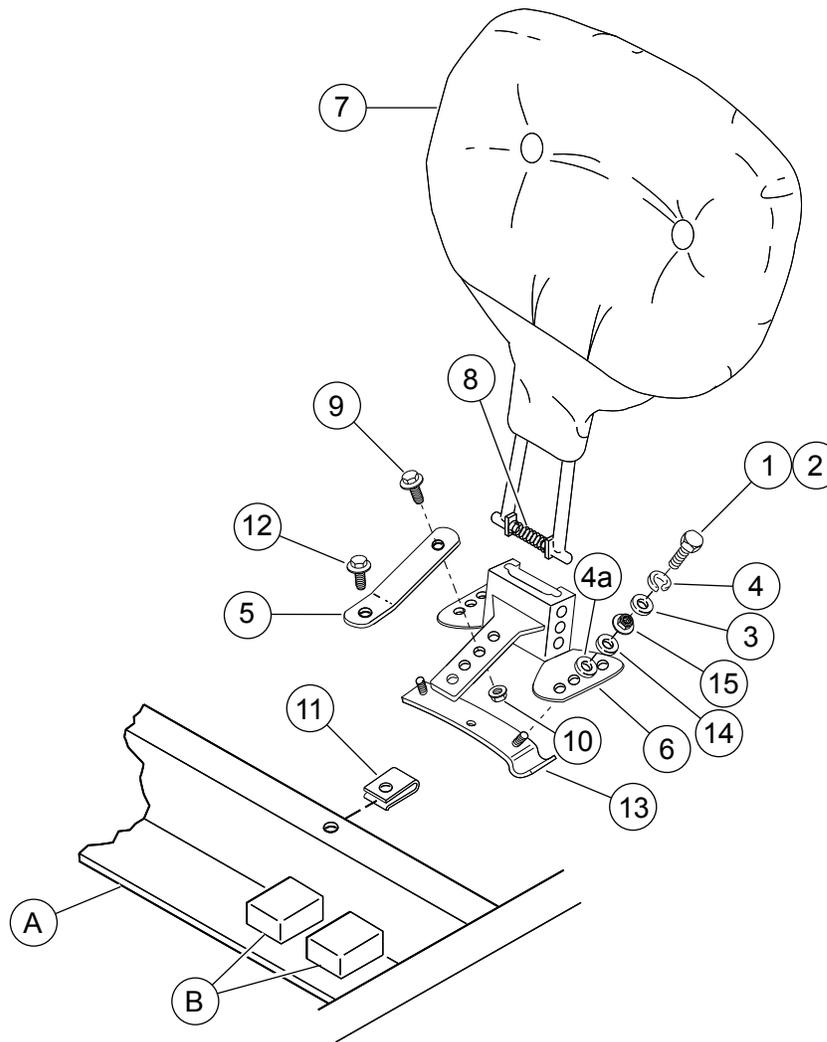

Abbildung 3. Ersatzteile: Fahrerrückenlehnen-Sätze
Siehe Abbildung 3 und Tabelle 1.
- Für Modelle bis 1998:** Siehe Abbildung 3. Zwei Schrauben 5/16-24 x 7/8 in (2) (oder Schrauben 5/16-18 x 7/8 in bei einigen Modellen ab 1994) zur Hand nehmen. Eine flache Unterlegscheibe (3) und eine Sicherungsscheibe (4) pro Schraube hinzufügen. **Modelljahr 1999:** Mit Schritt 6 fortfahren. Bei diesen Modellen werden die Teile 2, 3 und 4 nicht verwendet.
- Die Rückenlehnen-Befestigungshalterung (6) mit der Zunge in Richtung Fahrzeugvorderseite über den Löchern der Haltegriffbefestigungsplatte positionieren.
8. **Modelle bis 1996:** Siehe Abbildung 3. Original-Schraube, -Mutter und -Sicherungsscheibe entfernen, die das Hinterradschutzblech am Rahmenträger befestigen. Mit dieser Mutter, Sicherungsscheibe und Schraube den Rückenlehnen-Befestigungshalterungsträger (5) am Rahmenträger befestigen. **Modelle von 1997 bis 2008:** Siehe Abbildung 3. Die Clipmutter (11) hinter der Batterie über das mittlere Loch im Rahmenquerträger schieben. Den Halterungsträger (5) mit einer Schraube 1/4-20 x 1/2 in (12) durch das Loch im Halterungsträger (5) und hinauf durch die Clipmutter (11) im Rahmenquerträger befestigen. Die Schraube fest anziehen.
9. Den Halterungsträger (5) nach oben bis zur Zunge auf der Rückenlehnen-Befestigungshalterung biegen. *In einigen Fällen muss der Halterungsträger umgedreht werden, damit die Rückenlehne passt.* Die Halterung mit einer Flanschschraube (9) und Flanschmutter (10) durch das Loch in der Halterung im dazugehörigen Loch der Rückenlehnen-Befestigungshalterung befestigen. Sicher anziehen.
11. Siehe Abbildung 3. Den Spalt zwischen Fahrer- und Soziussitz offen lassen. Die Rückenlehnenstangen und Feder der Fahrerrückenlehne zusammendrücken. Die Stangen in die Rückenlehnen-Befestigungshalterung einsetzen.